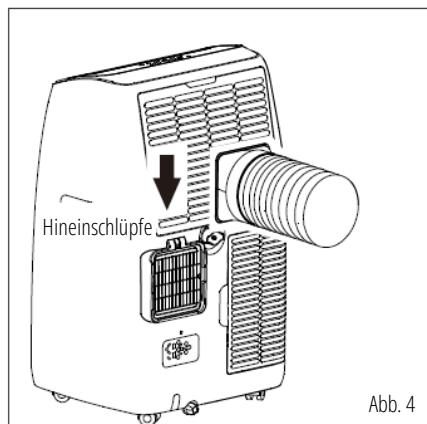

Abb. 4
- 4) Installieren Sie den Schlauchanschluss am Gerät. (Abb. 4)